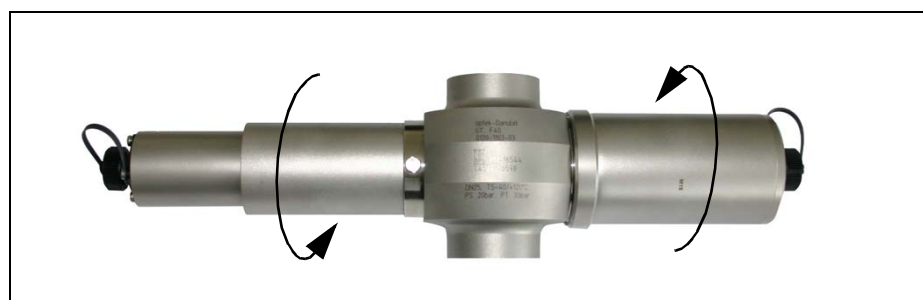

Fig. 9 Sensor instalado a través del ejemplo del sensor TF16
5. Enrosque a mano los brazos del sensor a la celda de medición por el lado del detector y por el lado de la lámpara (roscas derecha, Fig. 9). Se recomienda usar la pasta para montaje suministrada.